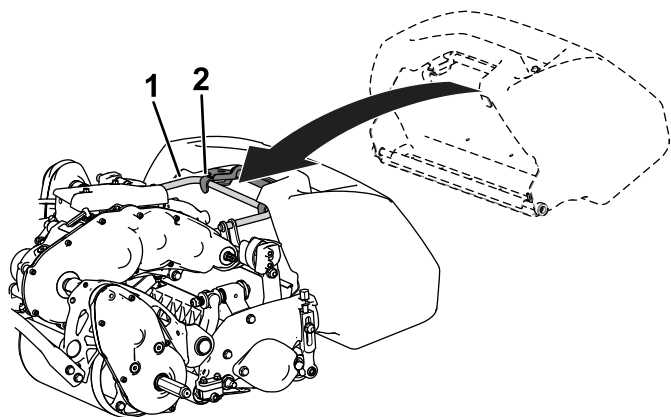

Figure 11
2. Guidez le bord du bac entre les plaques de l'unité de coupe et par dessus le rouleau avant (Figure 11).
3. Placez les crochets du bac par dessus l'arceau du cadre (Figure 11).